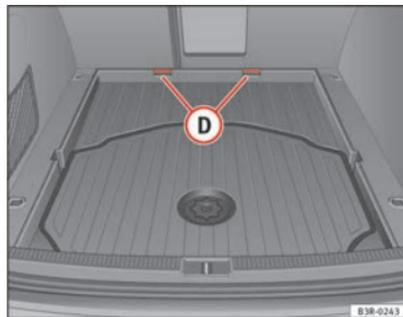

Fig. 125 Superficie de carga ampliada
- Extraiga la superficie de carga de los soportes **D** ⇒ fig. 125 y tire de ella en dirección a la parte trasera del vehículo.